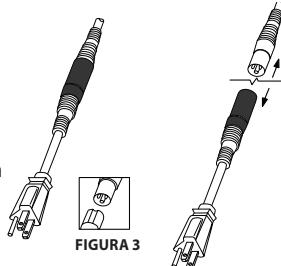

FIGURA 3
- Introduzca el enchufe del cable de alimentación por el orificio de desagüe desde la parte interior del tanque. Si utiliza el modelo n.º 99DP, según el diámetro del orificio de desagüe del tanque, tal vez deba separar el cable (vea la figura 3) y armarlo de nuevo después de pasarlo por el orificio de desagüe. Asegúrese de alinear las flechas en el diámetro exterior de los conectores macho y hembra antes de armarse el cable de nuevo.
- Para instalarlo en una gran variedad de orificios de desagüe, el cable de alimentación del modelo n.º 99DP se puede desconectar, como se ilustra en la figura 3. Tenga en cuenta que hay un manguito de caucho que protege esta conexión contra la humedad. Este manguito debe quedar bien ceñido sobre esta conexión. **Esta conexión es resistente al agua, NO es hermética.** ¡Nunca sumerja esta conexión en agua ya que producirá una descarga eléctrica! Esto puede causar lesiones graves o mortales.